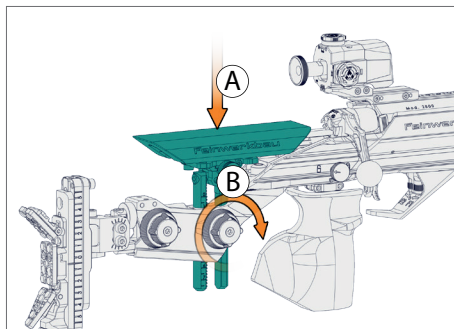

Abb. 19
- Zahnstangen in den Hinterschaft einführen und auf gewünschter Höhe mit der Klemmschraube festziehen (Abb.19).